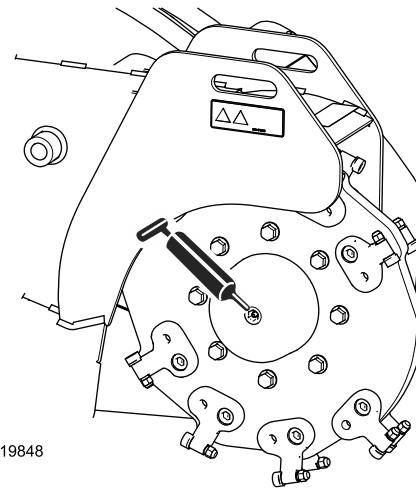

Bild 27
4. Setzen Sie die Fettpresse nacheinander an allen Nippeln an (Bild 27 und Bild 29).